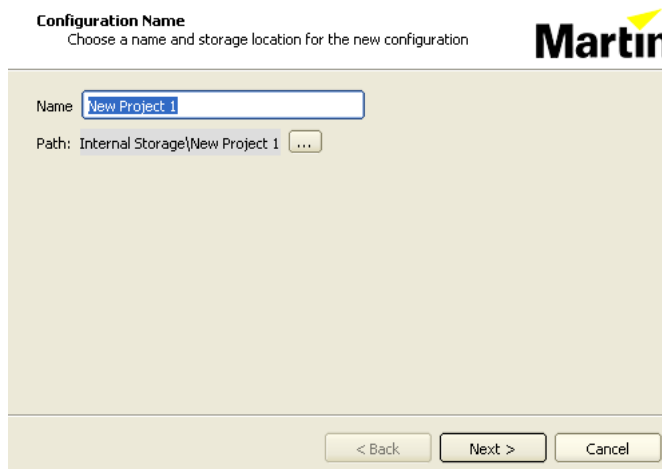

Рисунок 5: Окно новой конфигурации
2. См. рисунок 5. Ввести имя для нового файла конфигурации.